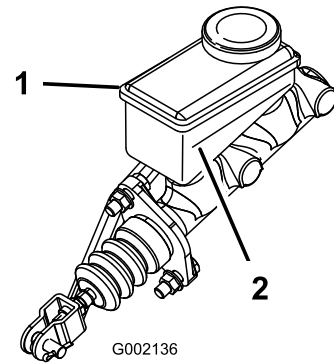

Figure 56
3. Observez le repère de niveau sur le côté du réservoir (Figure 56).
- B. Versez du liquide de frein DOT 3 dans le réservoir jusqu'à ce que le niveau dépasse le repère minimum (Figure 56).